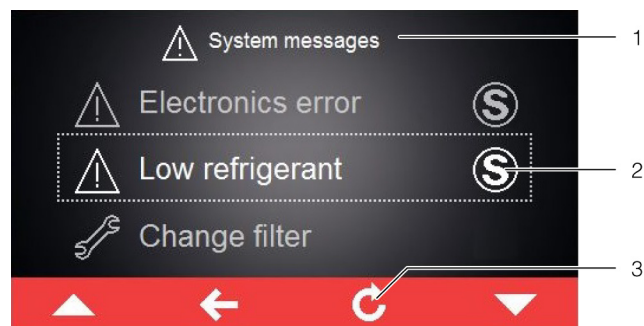

Fig. 27: Tela com mensagens do sistema
Se for emitida uma mensagem de problema que não puder ser solucionado pelo próprio operador e que não desaparece automaticamente, o símbolo «serviço» aparecerá após a mensagem e na barra de operação perto do símbolo de mensagens do sistema (fig. 27, item 2).